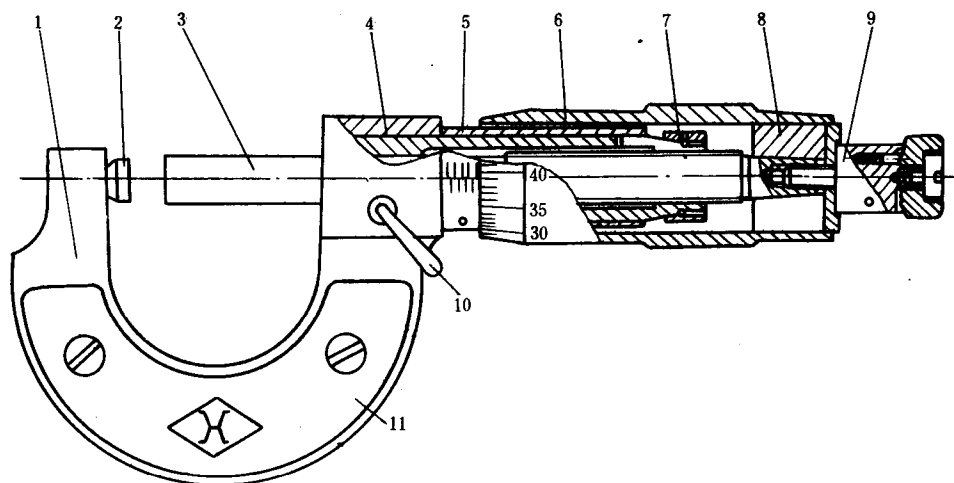

图 1-13 千分尺
1) 千分尺的结构形式 千分尺组成部件和结构见图 1-13。
3) 千分尺的读数方法 千分尺的读数机构是由图 1-13 所示的固定套管和微分筒组成的。固定套管上的纵刻线是微分筒分度值的基准线,而微分筒锥面的端面是固定套管分度值的指示线。测量时读数分三步:
① 读整数或 0.5mm 数 读出微分筒端面左边固定套管上露出来的刻线数值,就是毫米整数值和 0.5mm 数。
② 读小数 找出与基准线对准的微分筒上的刻线数值,将其乘分度值 (0.01mm) 所得的积。
③ 整个读数 把上面两次读数相加。